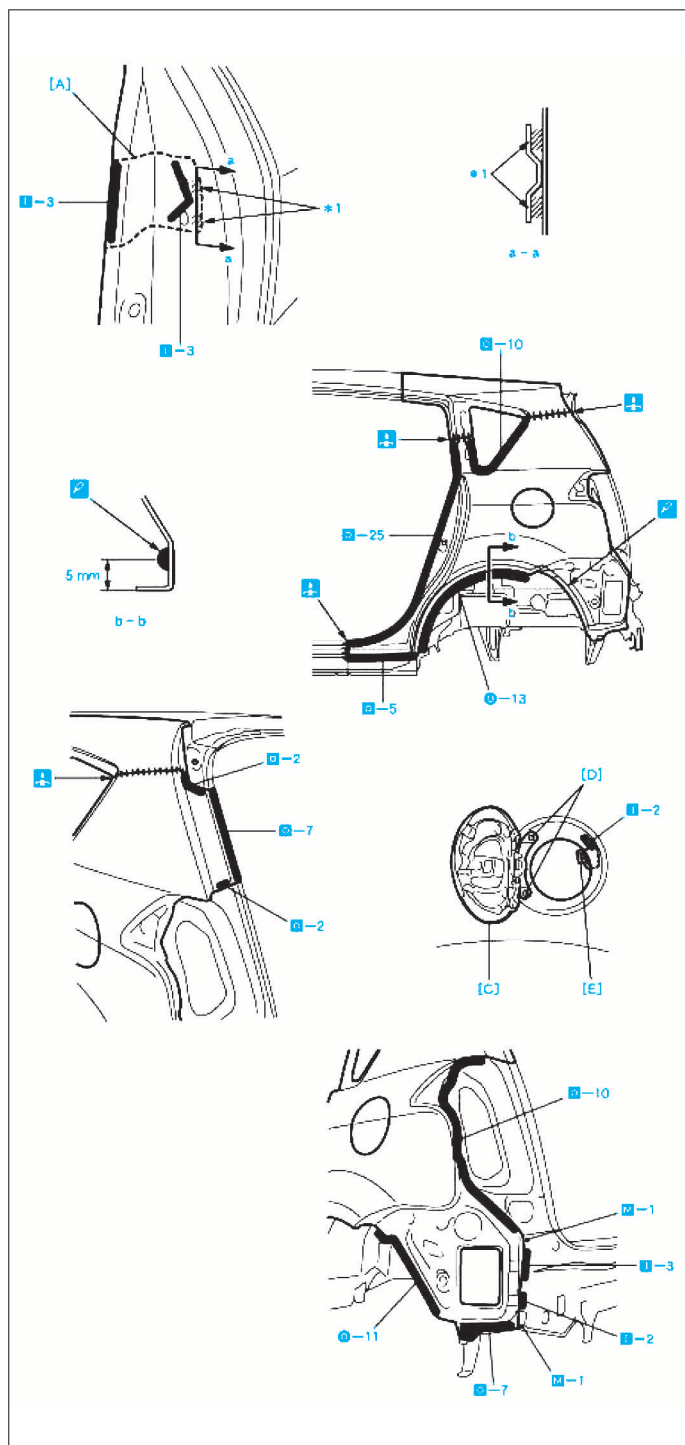

FIG. 26
- Après la soudure (Fig.26), appliquer de la mousse en polyuréthane sur les pièces correspondantes.